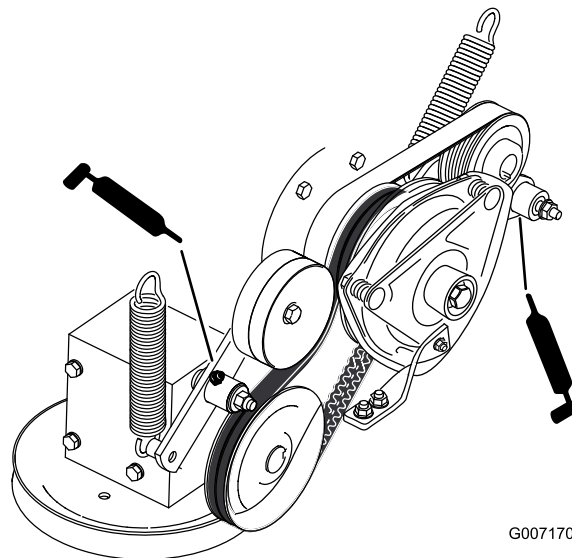

**Figura 55**
7. Lubrifique com massa os bocais nos braços (Figura 54 ou Figura 55).